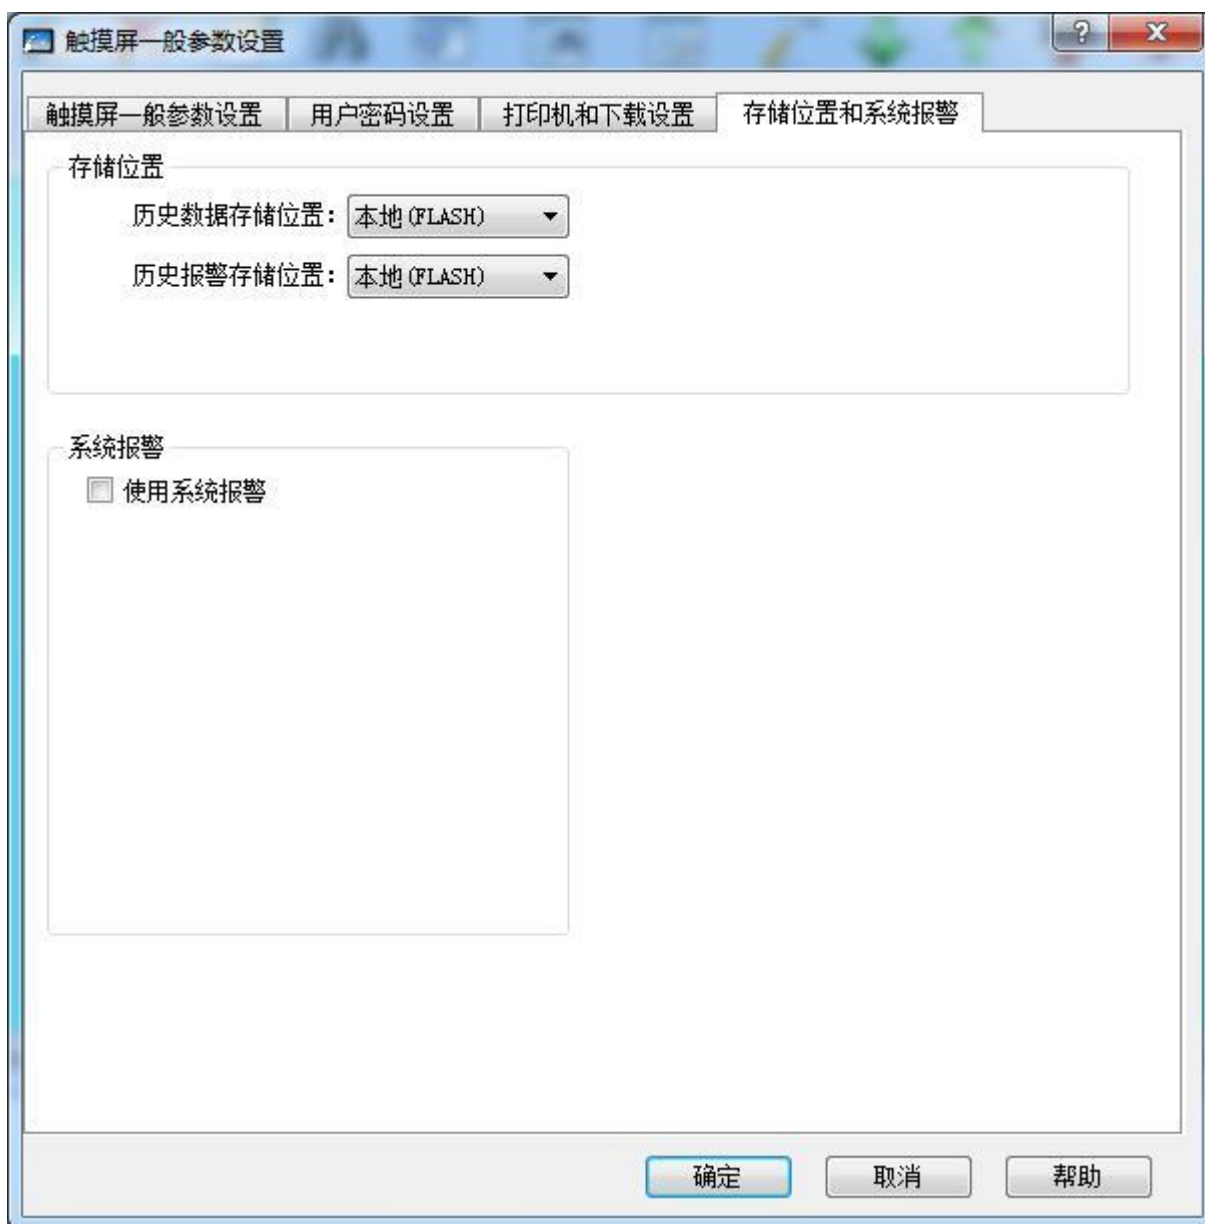

图 7-6 存储位置和系统报警设置页面
4、存储位置和系统报警设置，点击“存储位置和系统报警”页面，如图 7-6 所示：